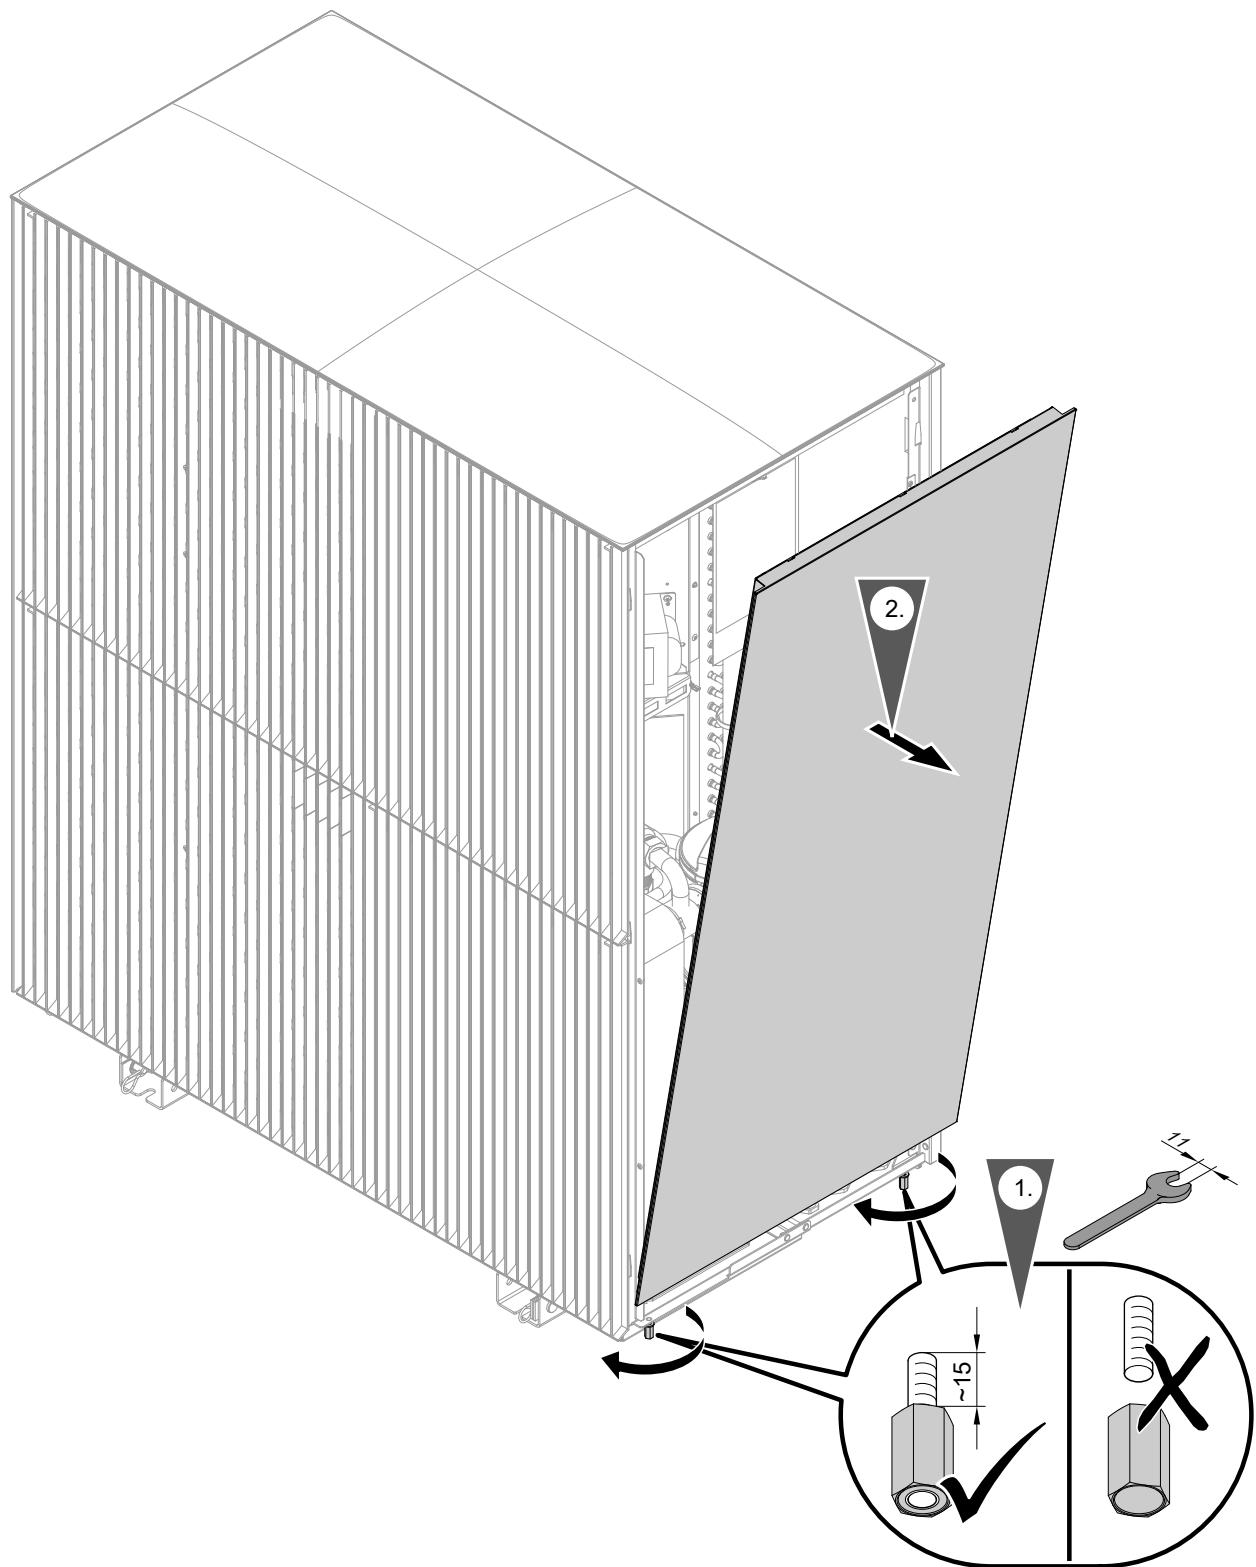

Abb. 115
1. Seitenverkleidung rechts abbauen: Siehe Abb. 115.
- (E) Designgitter unten
6. Seitenverkleidung rechts abbauen: Siehe Abb. 115.